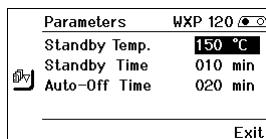

Fig. 10
3. Confirmar el punto seleccionado pulsando la tecla Enter (8). La pantalla pasará al Modo de Selección/Entrada (véase la Fig. 10).
4. Realizar el ajuste con el selector giratorio (7).
5. Confirmar el ajuste pulsando la tecla (8).